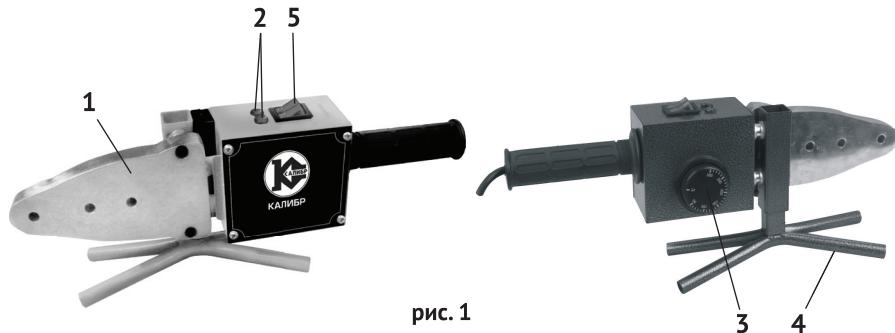

рис. 1
4.1 Общий вид сварочного аппарата представлен на рис. 1
6.1 Из кейса извлеките подставку (рис.1 поз.4). Установите её на ровной и надёжной поверхности рабочего стола (верстака).
6.3 С обеих сторон нагревательного элемента (рис.1 поз.1) установите и через отверстия закрепите парные насадки, необходимые для предстоящей работы. Насадки должны быть чистыми.
7.2. Для достижения рабочей температуры нагревательного элемента (рис.1 поз.1) и установленных насадок потребуется некоторое время. Выключатель (рис.1 поз.5) имеет 2 режима нагрева тэна: I - 1000 Вт, II - 2000 Вт. Индикаторные лампочки (рис.1 поз.2) указывает на нагрев 1-го или 2-го тэнов и готовности сварочного аппарата к работе. Будьте крайне осторожны.
Корректировку температуры производите регулятором температуры нагрева (рис.1 поз.3).